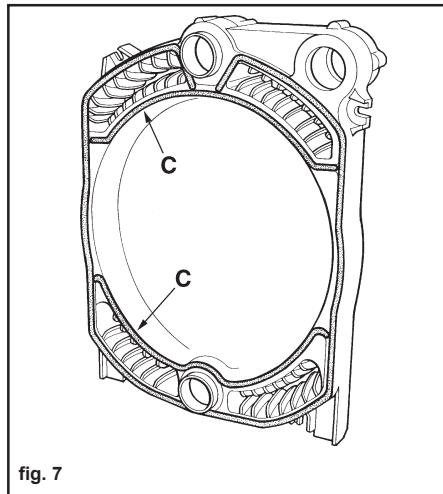

fig. 7
- 7 (fig. 7) Añadir los otros dos trozos "C".